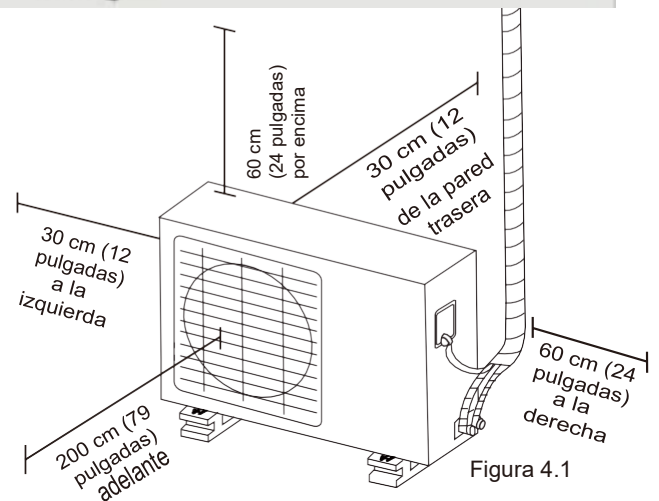

Figura 4.1
- Cumplen con todos los requisitos espaciales para la instalación mencionados anteriormente (Figura 4.1)